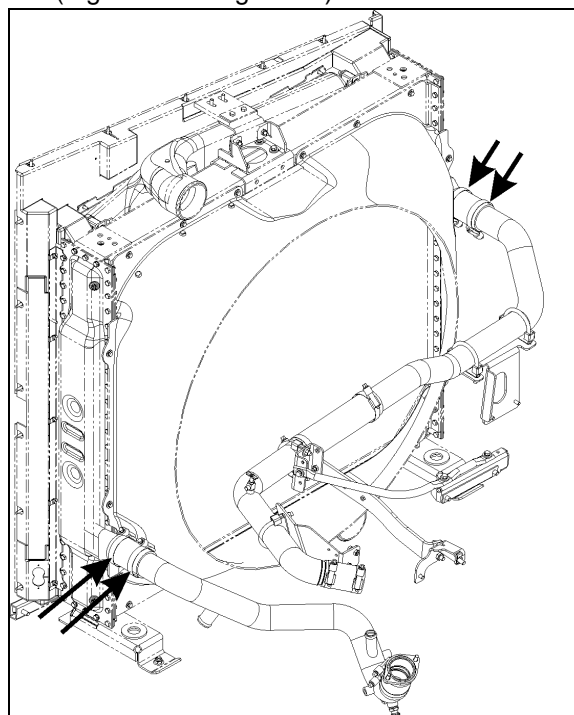
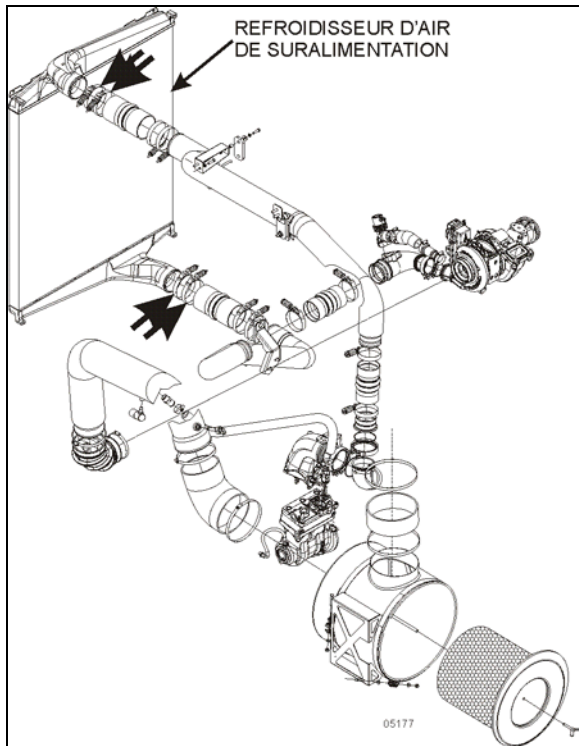

FIGURE 12 : COLLIERS DE SERRAGE DU DURITE DE RADIATEUR
FIGURE 13 : COLLIERS DE SERRAGE DU REFROIDISSEUR D'AIR DE SURALIMENTATION
- Retirer les colliers de serrage, puis détacher les flexibles des tuyaux avant du liquide de refroidissement et d'air de suralimentation (Figure 12 et Figure 13).
- Déposer les colliers de serrage des flexibles arrière du liquide de refroidissement et d'air de suralimentation, puis dégager les flexibles (Figure 12 et Figure 13).